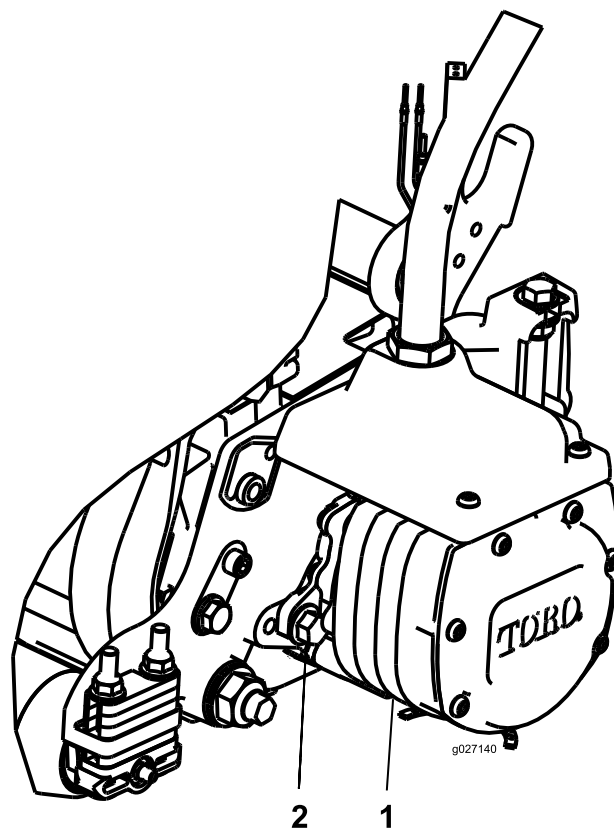

Рисунок 22
3. Установите двигатель на режущий блок, повернув его по часовой стрелке так, чтобы фланцы двигателя не закрывали болты (Рисунок 22).